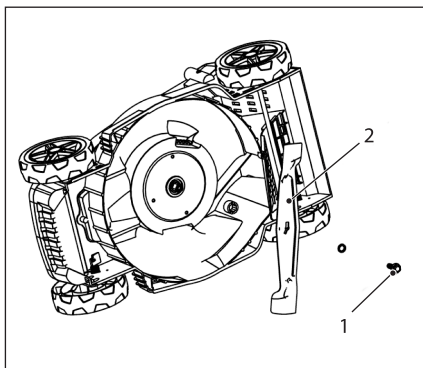

Рис. 11
5. Закрепите новый нож (2) болтом (1), подложив под него шайбу. Необходимо обратить внимание на то, чтобы нож был правильно ориентирован (рис. 11).